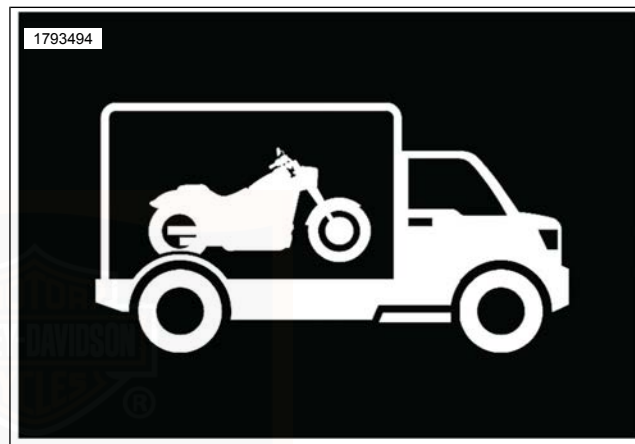

Abbildung 22. Transportmodus-Anzeige
4. Siehe Abbildung 22. Nach der Aktivierung wird auf der IFCU ein Transportmodus-Symbol angezeigt, das darauf hinweist, dass sich das Sicherheitssystem im Transportmodus befindet.